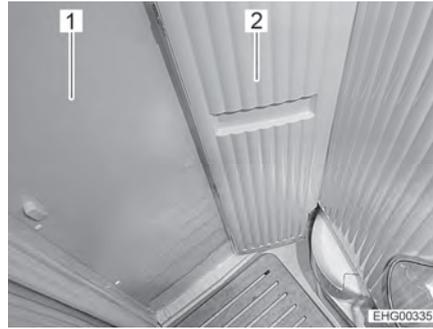
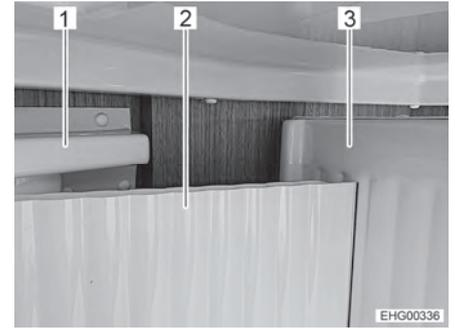

Fig. 140 Pared giratoria pequeña, girada
Fig. 141 Posición correcta de la pared giratoria pequeña
- Cerrar la puerta de célula de baño (Fig. 140,1 y Fig. 141,1).
▷ ¡Posicionar la pared giratoria pequeña (Fig. 140,2 y Fig. 141,2) **siempre delante** de la pared giratoria grande (Fig. 141,3)! ¡**No** empujar a la pared giratoria pequeña a la posición **detrás** de la pared giratoria grande! De lo contrario existirá el riesgo de quedar encerrado en la célula de baño porque es posible que ya no se pueda abrir la puerta de célula de baño.
- Girar la pared giratoria pequeña (Fig. 140,2 y Fig. 141,2). La pared giratoria pequeña se encontrará en la posición correcta si está posicionada delante de la pared giratoria grande (Fig. 141,3).